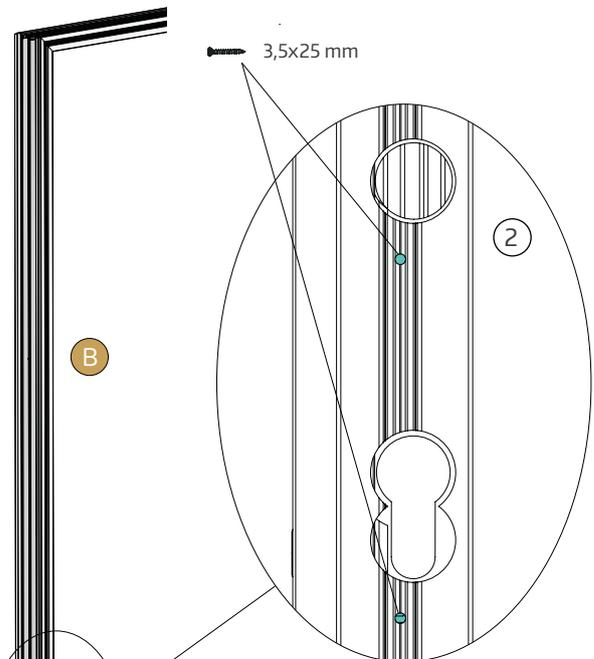

Fig. 2
- ② Avec les serrures motorisées, les deux vis de 3,5x20 mm doivent être insérées dans les deux perçages déjà effectués (voir la fig. 2). Faites attention à la profondeur de vissage (voir la fig. 3). Le réglage exact des vis se fait lors du montage du cache de la rosette en acier inoxydable (page 48).